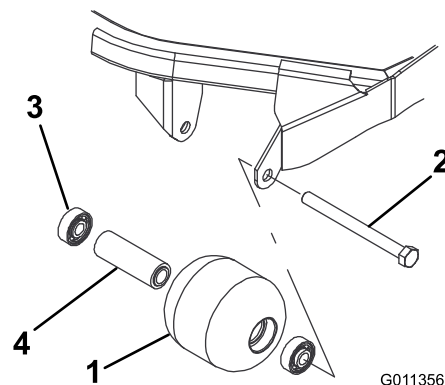

Figure 82
1. Retirez le boulon de fixation du galet (Figure 82).
4. Vérifiez l'état du logement de roulements, des roulements et de l'entretoise de roulements (Figure 82) Remplacez les composants endommagés et remontez-les.
1. Enfoncez le premier roulement dans le logement à la presse (Figure 82). Exercez la pression uniquement sur la bague extérieure ou uniformément sur les bagues intérieure et extérieure.
2. Insérez l'entretoise (Figure 82).
3. Enfoncez le second roulement dans le logement à la presse (Figure 82). Exercez une pression uniforme sur les bagues intérieure et extérieure jusqu'à ce que la bague intérieure rencontre la douille d'écartement.